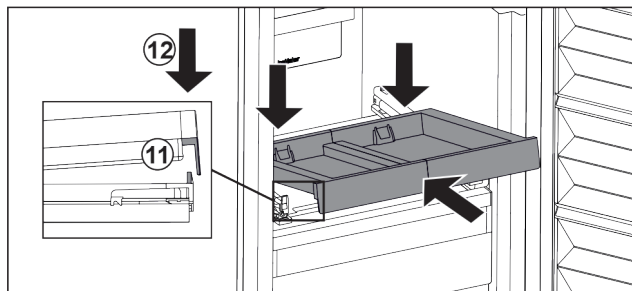

Fig. 108
- ▶ Zasuňte ju šikmo. Dbajte na to, aby sa na oboch stranách doraz nachádzal za sponou. Fig. 108 (11)
- ▶ Zložte vyťahovaciu poličku vpredu. Fig. 108 (12)